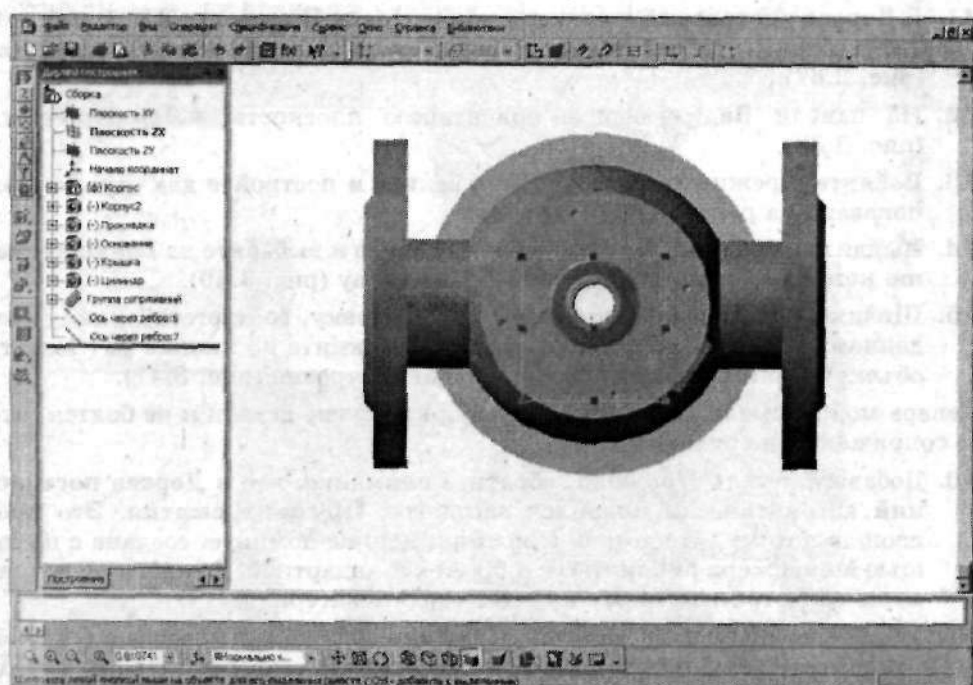

Рис. 3.38. Выберите ориентацию плоскости #Нормально к...
12. На панели **Вид** выберите ориентацию плоскости **#Нормально к...** (рис. 3.38).